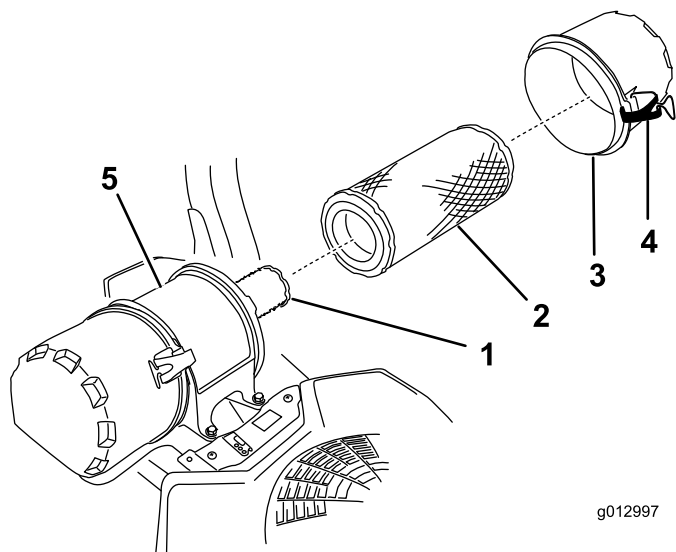

Figura 60
6. Abra los cierres del limpiador de aire y tire de la tapa de la entrada de aire para separarla del cuerpo del limpiador de aire (Figura 60).
8. Extraiga con cuidado el filtro primario de la carcasa del limpiador de aire (Figura 60).
2. Si va a cambiar el filtro de seguridad, deslícelo cuidadosamente en el cuerpo del filtro (Figura 60).
3. Deslice cuidadosamente el filtro primario por encima del filtro de seguridad (Figura 60).
4. Instale la tapa del limpiador de aire y fije los cierres (Figura 60).